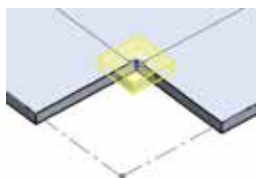

图 5.218 方形释放槽
- **方形** 释放槽类型：用于在释放槽边线处切除方形材料，如图 5.218 所示。